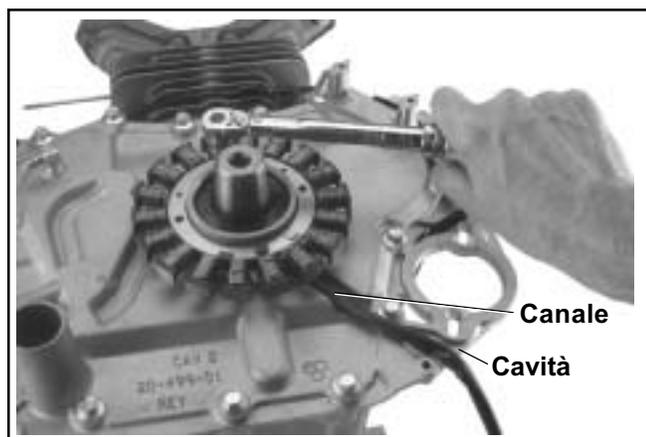

Figura 10-42. Installazione dello statore.
1. Posizionare lo statore sulle sporgenze di montaggio sul canale e nella cavità della piastra di chiusura. Vedere Figura 10-42. Lo statore verrà bloccato in posizione una volta installato il convogliatore dell'aria.